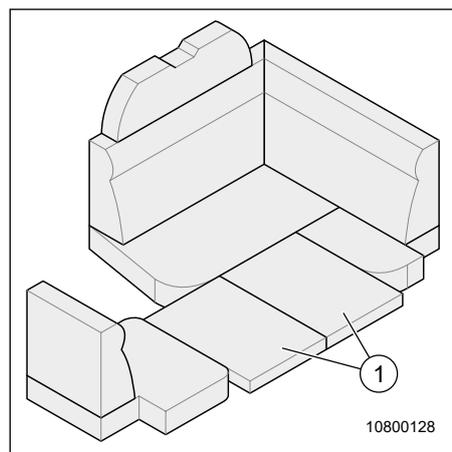

Fig. 61 Transformation du lit
5. Mettre en place le coussin d'appoint (Fig. 61, pos 1, équipement spécial).